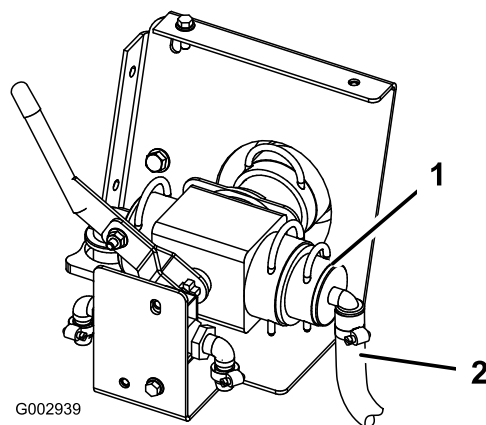

Figure 45
22. Branchez l'ensemble flexible de 3/4 pouce au distributeur en face de l'avant du véhicule (Figure 45).